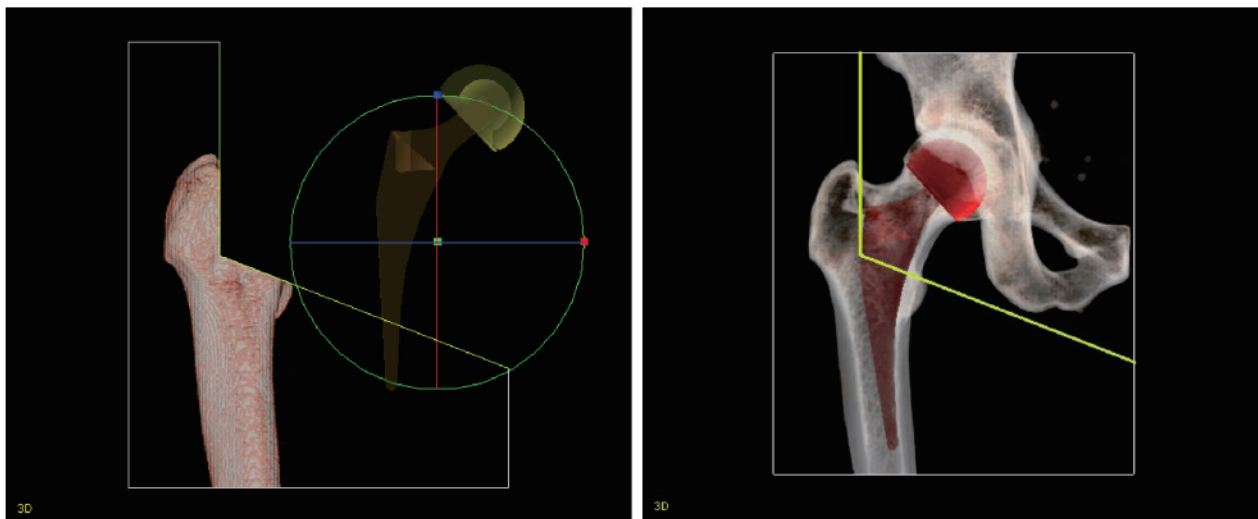

図6-1 回転円の表示とインプラントの配置
4. 2. と 3. の操作を併用することで、インプラントを配置できます。(図6-1)